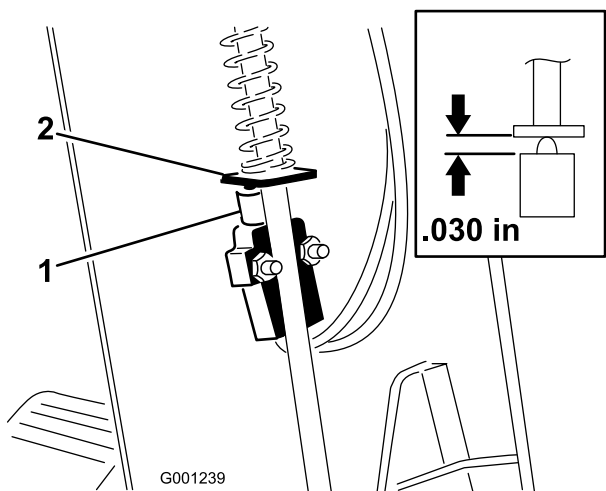

図 62
3. カバーを上をスライドさせて駐車ブレーキスイッチを露出させる (図 62)。
5. 駐車ブレーキのロッドのパドルとスイッチのプランジャとを整列させる (図 62)。
6. 駐車ブレーキロッドを押し下げ、スイッチが押し上げられてプランジャが圧縮された時のプランジャの長さを 0.762 mm とする (図 62)。これが、プランジャのハウジングの上端からパドルの表面までの距離となる。